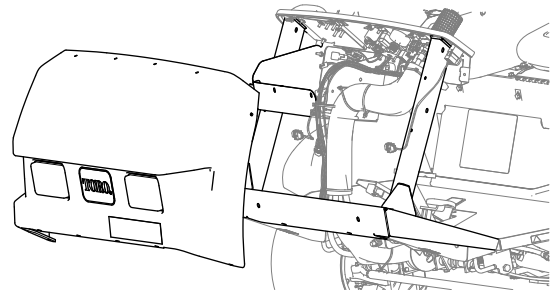

Figure 24
7. Déposez le capot de la machine (Figure 24).